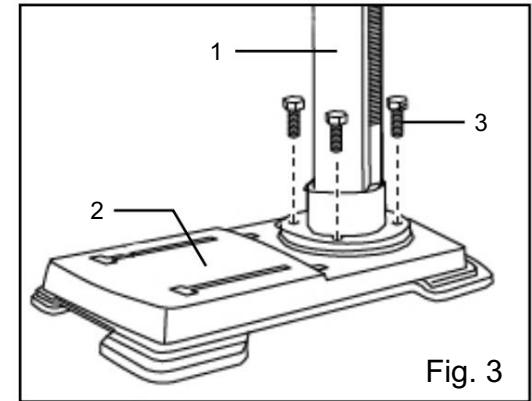

Fig. 3
FIXATION DE LA COLONNE À LA BASE (FIG. 3)
1. Placez l'assemblage de la colonne (Fig. 3 - 1) sur la base (Fig. 3 - 2), en alignant les trous de support de la colonne sur les trous de la base.
2. Installez un boulon à tête hexagonale (Fig. 3 - 3) dans chaque trou de support de colonne et serrez les boulons à l'aide de la clé à molette (non incluse).